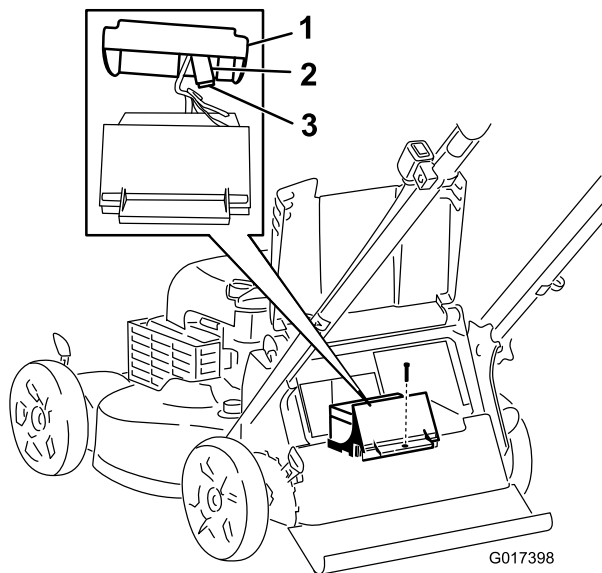

Figura 28
3. Retire el tornillo que sujeta el compartimento de la batería, tire de la batería hacia fuera y localice el fusible (Figura 28).
4. Cambie el fusible del portafusibles (Figura 28).